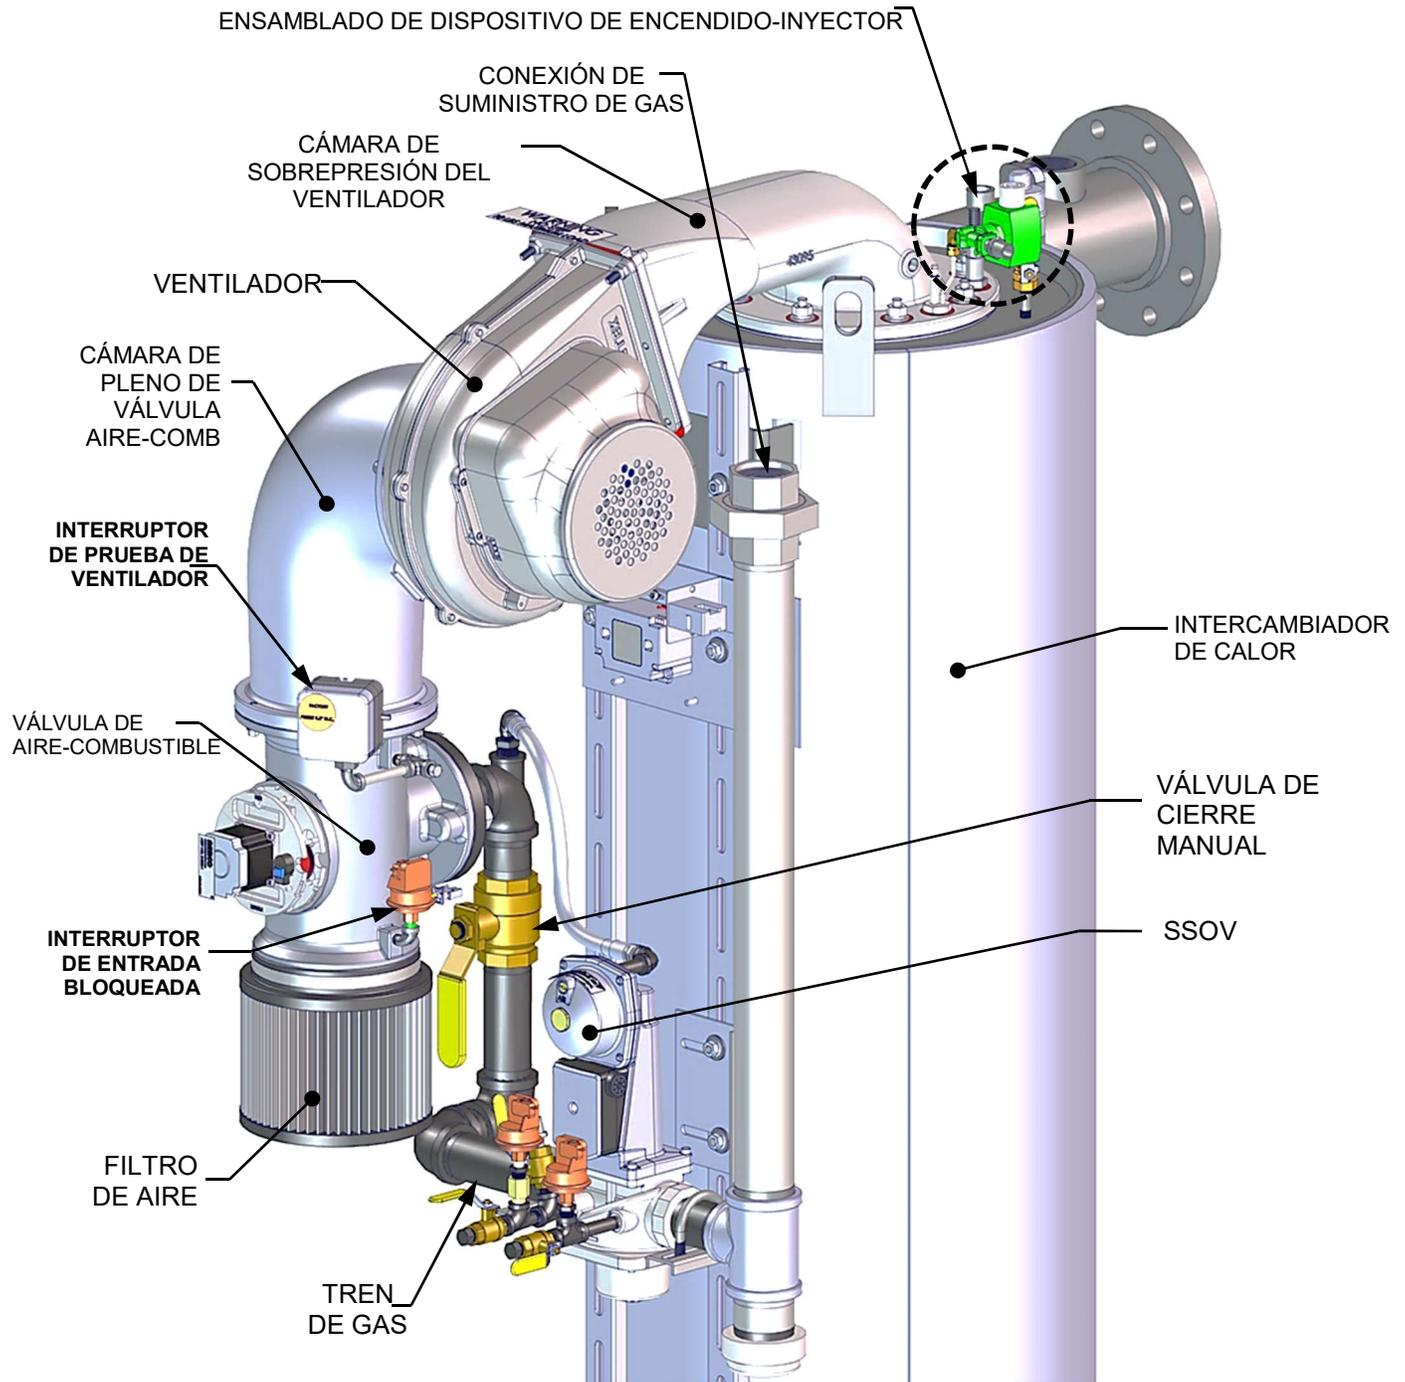

Figura 5-6a: Estructura de caldera descubierta – Vista parcial
Estas pruebas verifican la operación del interruptor **Comprobación del Ventilador** y el interruptor **Conexión de Entrada Bloqueada**, que se muestran en la Figura 5-6a y 5-6b.
2. Retire el filtro de aire (ver la Figura 5-6a o 5-6b que aparece antes).